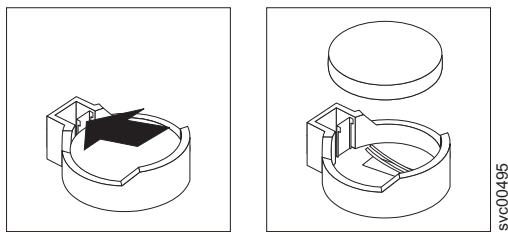

図 136. SAN ポリウム・コントローラー 2145-8A4 CMOS バッテリーの取り外し
7. 図 136に示すように、CMOS バッテリーを取り外します。